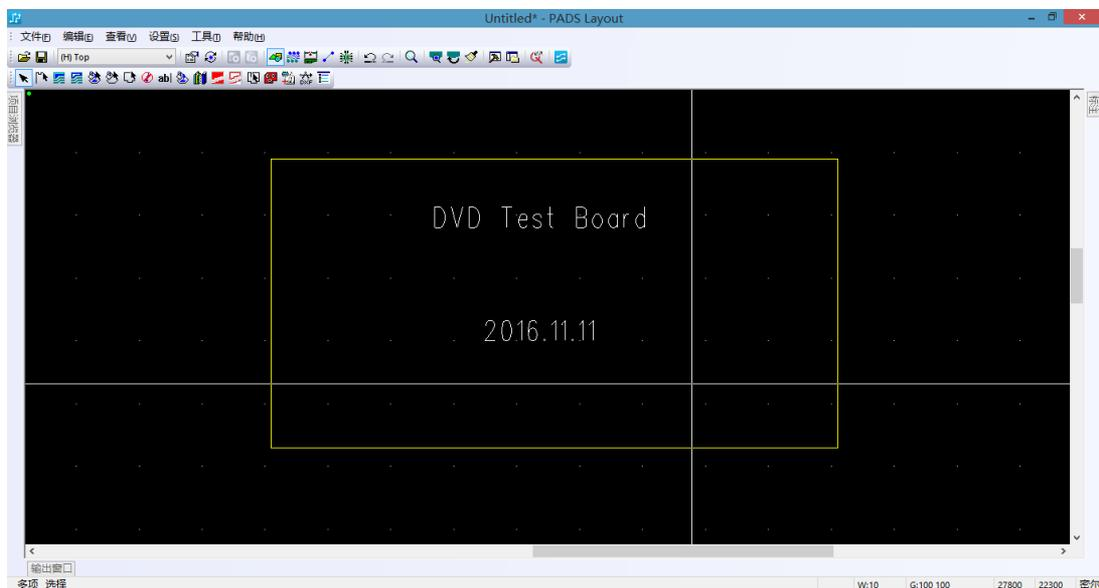

图 8-19 完成绘制
(11) 同理放置文本“2016.11.11”，如图 8-19 所示，绘制完成。